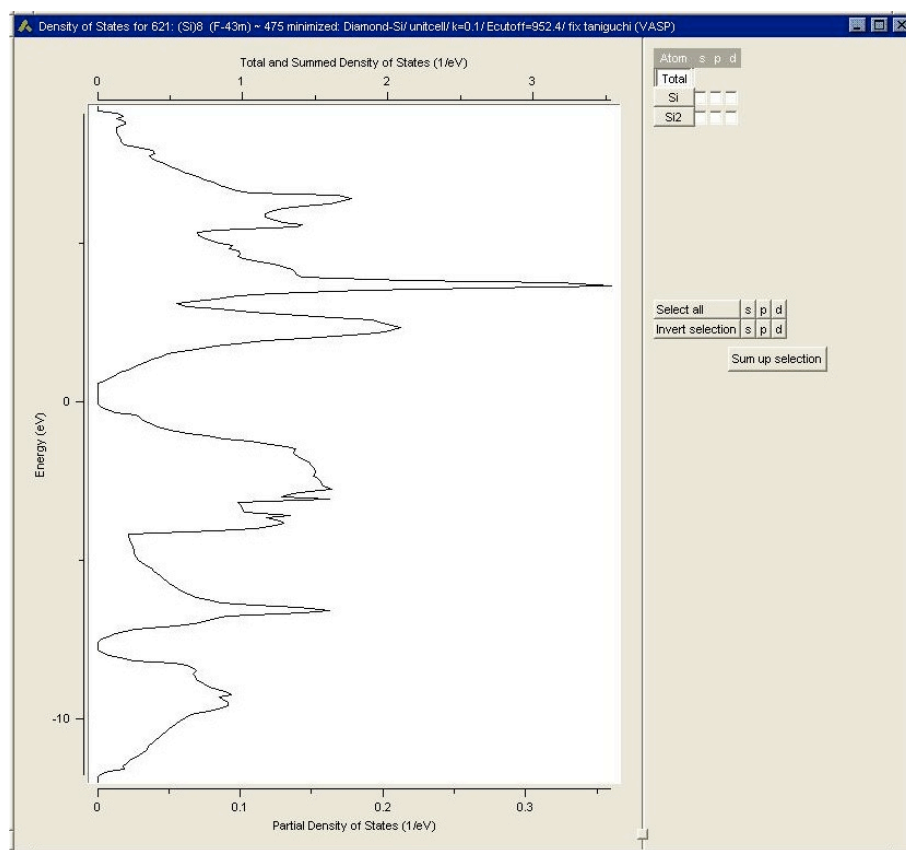
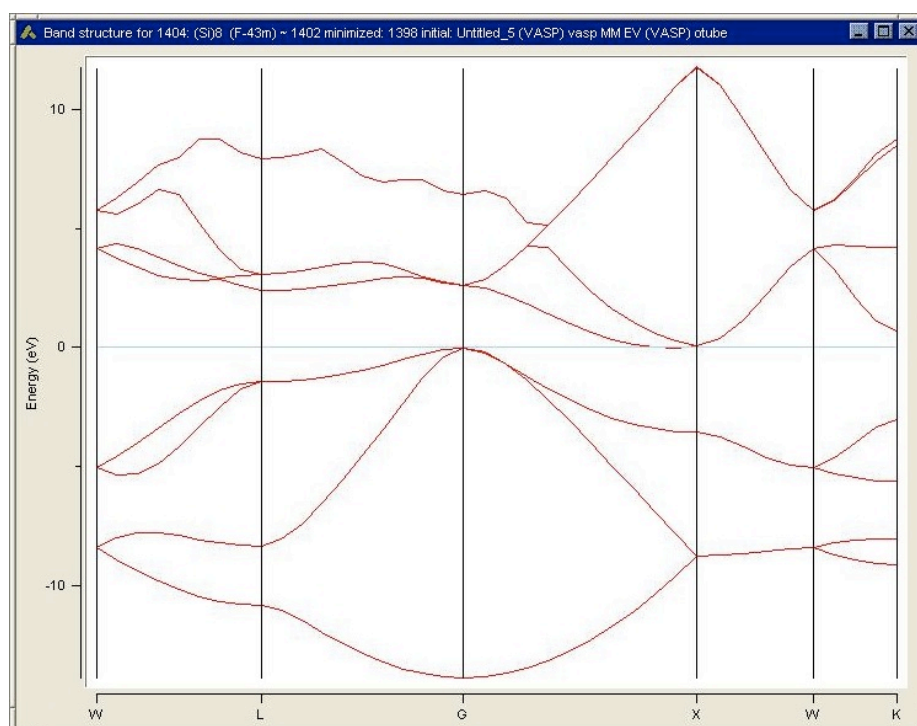

図 4: Si の Density of States .
図 5: Si のバンド構造 .
4. 計算結果の表示 実行した計算が終了すると，計算結果は JobServer に集約される．JobServer へのアクセスはウェブベースで行う．ブラウザ上に，これまでの計算を一覧表示したり，そこからテキストベースの計算結果を参照することができる．また，図 4，図 5 に示すように，DOS，バンド構造図をグラフィック表示することができる．